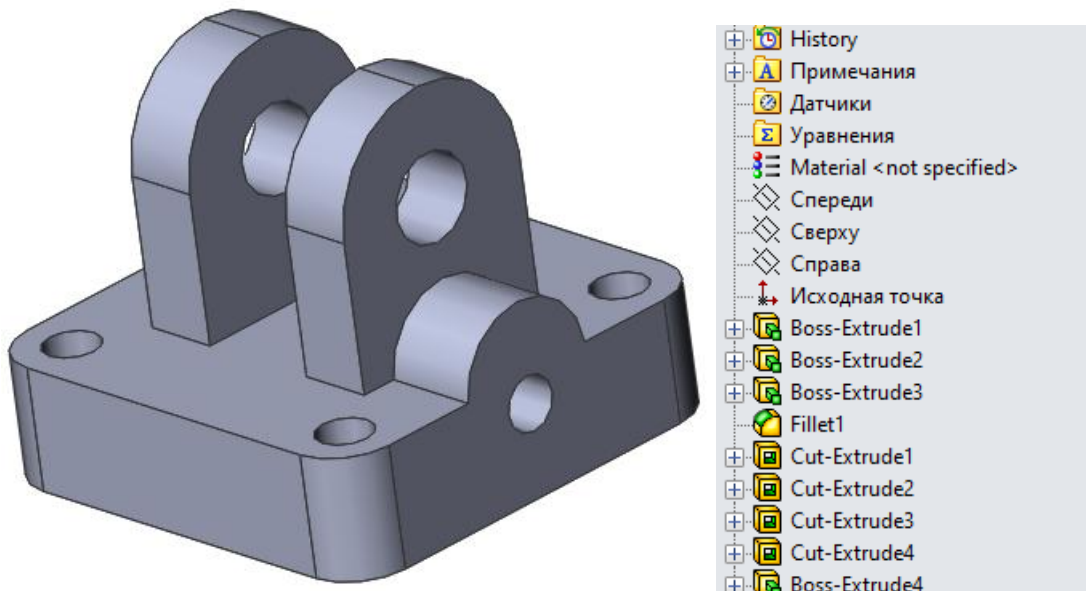

Рис.3 – Модель №3
3. Модель № 3 застосовує базові функції, такі як «Extruded Boss/Base», «Extruded Cut» для побудови моделі зі складною формою(рис.3).